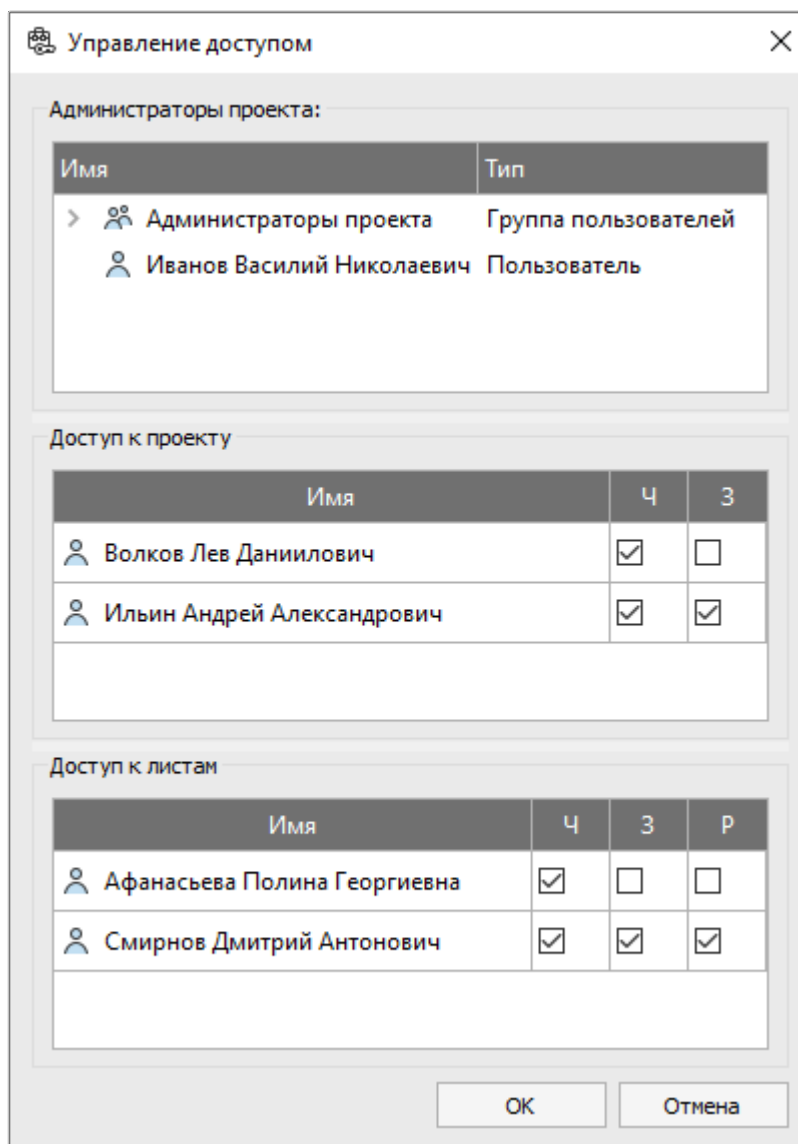

Рисунок 45. Окно «Управление доступом»
- «Разрешения на проект» — открывает окно «Управление доступом», позволяющее предоставлять соответствующие права пользователям на просмотр и управление данными в проекте (см. рисунок 45);